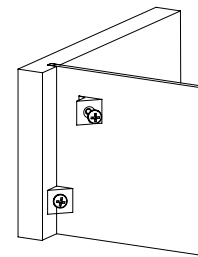

Рис.6
11. Установить соединители задней стенки (Рис. 6).